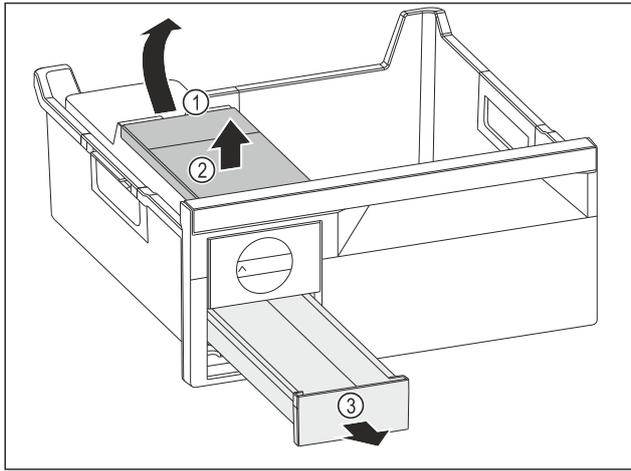

Fig. 76
- ▶ 取出水箱：从凹槽 Fig. 76 (1) 抬起水箱。
- ▶ 朝上取出水箱 Fig. 76 (2)。
- ▶ 朝前取出冰块抽屉 Fig. 76 (3)。